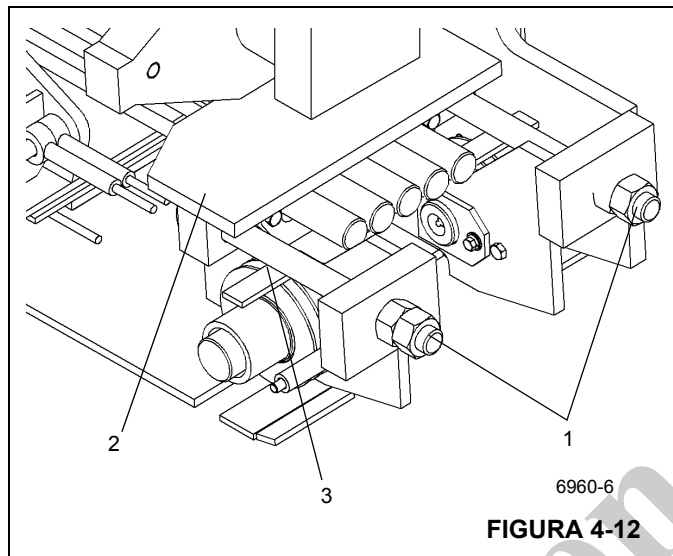

FIGURA 4-12
14. Remova os dois parafusos de ajuste (1) do conjunto soldado de extensão do carro de arrasto de cabo (2) Figura 4-12.
15. Remova os dois parafusos que fixam a placa de retenção (3) na parte inferior do carro de arrasto e remova-a das extremidades do cabo Figura 4-12.